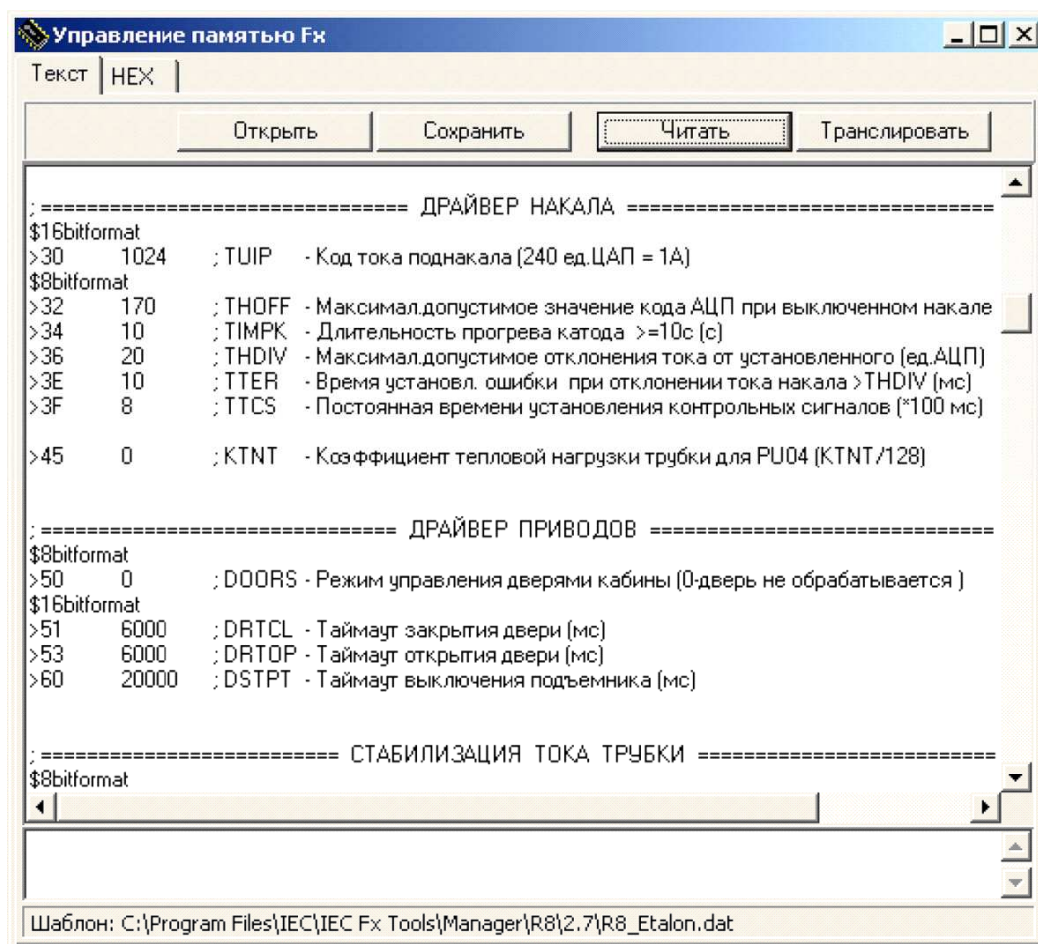

Рис. 6.3 Внешний вид окна «Управление памятью FX» с закладкой «Текст»
6.2.3.2 Закладка «Текст» позволяет выполнять действия над содержимым файла конфигурации, представляющим собой текстовое описание параметров с указанием адресов их размещения, численных значений и поясняющих записей. Внешний вид рабочего окна приложения с закладкой «Текст» представлен на рис. 6.3.
Формат эталонного файла включает в себя служебные ключи установки адресных страниц и банков памяти, а также адресов отдельных параметров. На рис. 6.3 представлен фрагмент файла конфигурации.